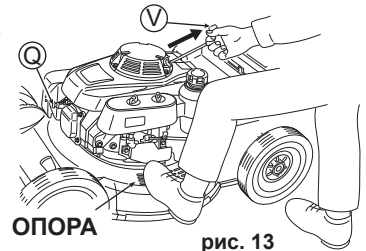

рис. 13
1 Установите свечной колпачок (Q). (См. рис. 13.)